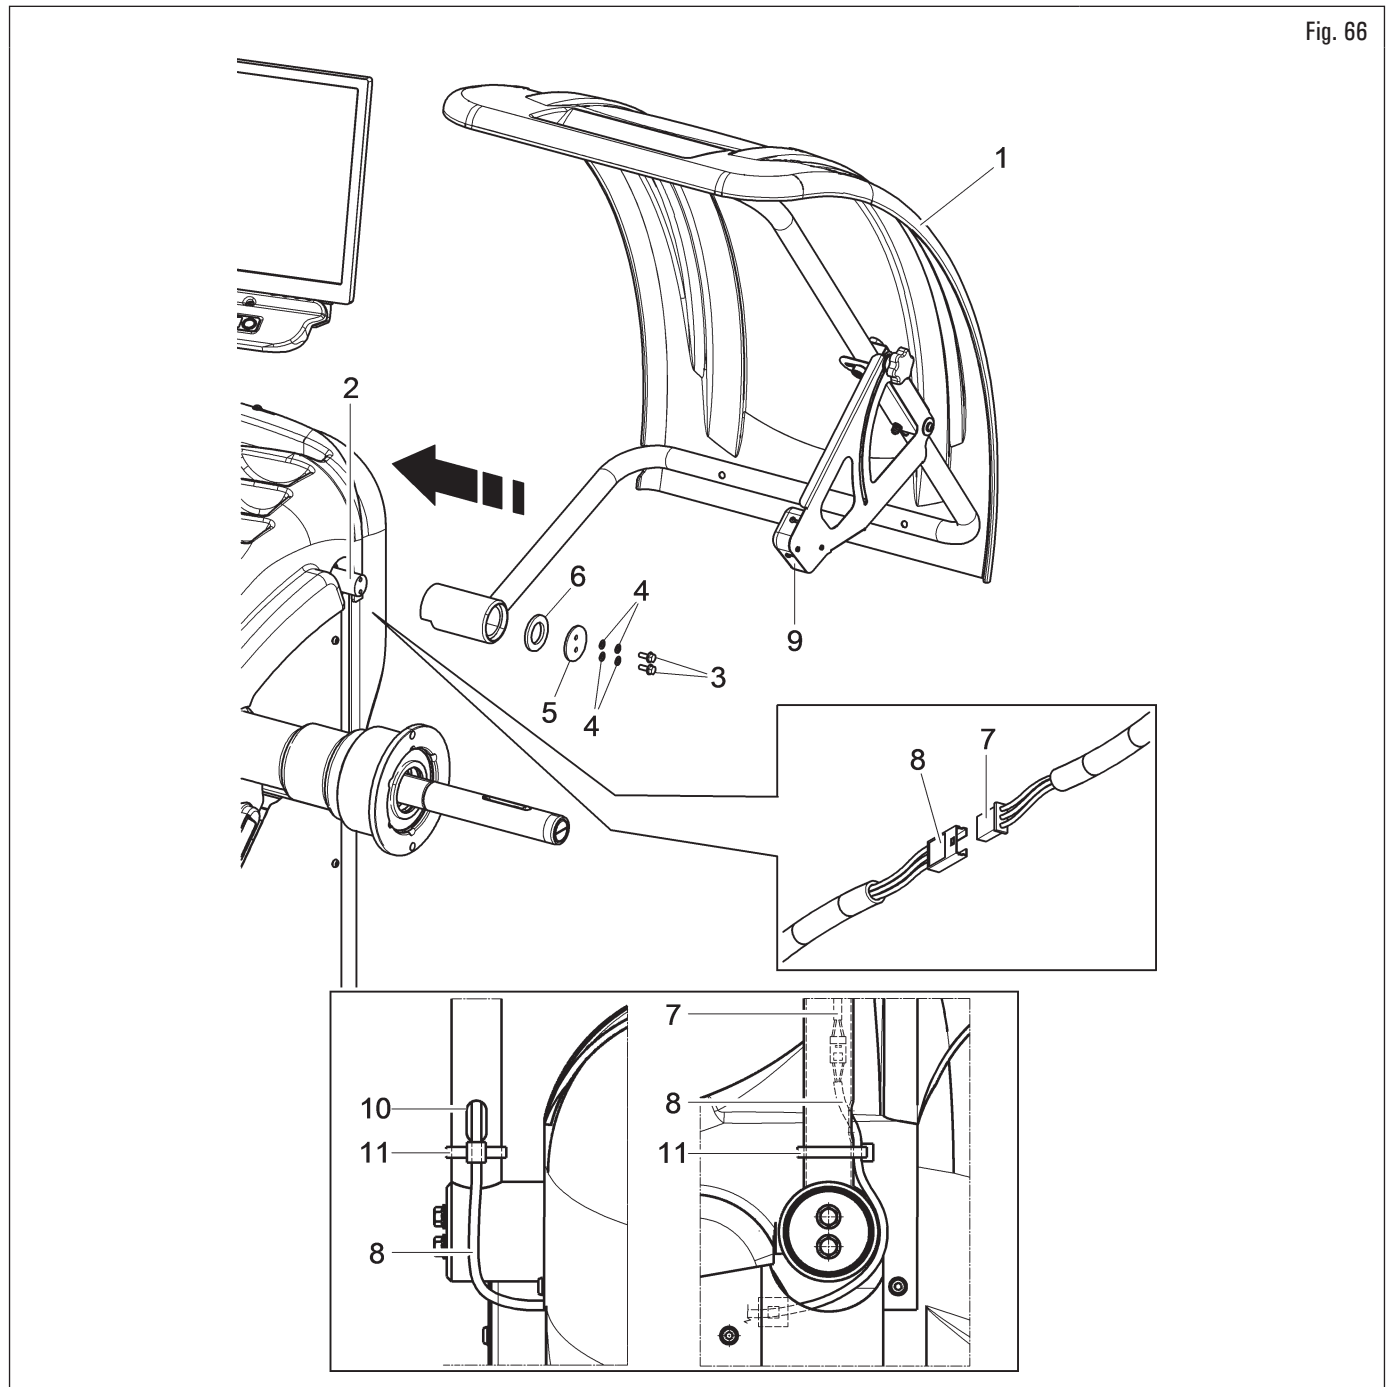

Fig. 66
1. Monter le carter de protection (Fig. 66 réf. 1) au support (Fig. 66 réf. 2) avec les vis (Fig. 66 réf. 3), en interposant les ressorts à godet (Fig. 66 réf. 4) e et les rondelles de blocage (Fig. 66 réf. 5- 6) ;
2. serrer les vis (Fig. 66 réf. 3) de sorte que le carter (Fig. 66 réf. 1) se lève et se baisse sans cogner contre le fin de course. La régulation doit être exécutée de sorte qu'on puisse guider le carter manuellement, à l'ouverture et à la fermeture ;
3. brancher le câble (Fig. 66 réf. 7) du capteur à ultrasons de l'ensemble mesureur automatique de la largeur (Fig. 66 réf. 9) au connecteur prévu (Fig. 66 réf. 8) ;
4. au terme de la connexion, insérer les connecteurs dans la fente (Fig. 66 réf. 10) du carter de protection, comme indiqué sur la Fig. 66. Enfin, fixer le câble du connecteur (Fig. 66 réf. 8) avec un collier (Fig. 66 réf. 11).